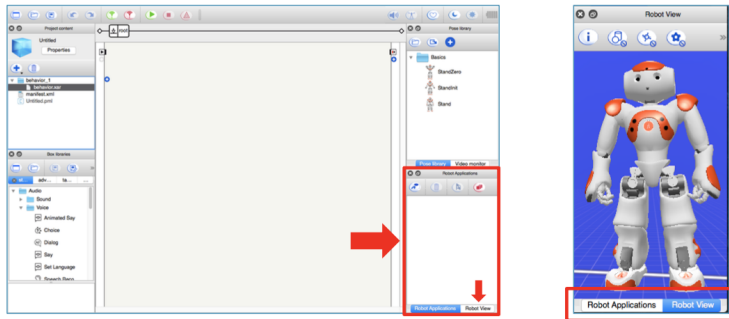

Figure 7: Fenêtre Robot view
- ▶ En cliquant sur l'onglet Robot view (Figure 7), on peut voir le robot exécuter les instructions programmées dans l'espace de travail (en mode simulé et (ou) réel).